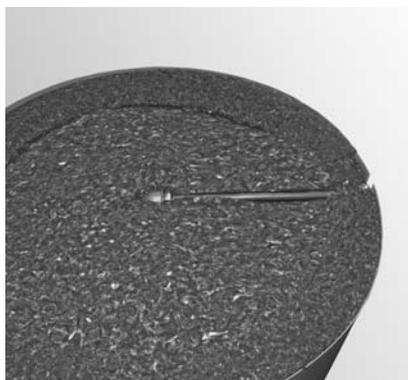

Fig. 27 Porzioni tonde di polistirene
f) Dopo l'installazione della parte tonda in polistirene superiore (copertura isolante), posizionare la porzione di isolante sulla linea di sfiato - Fig. 27, 28.